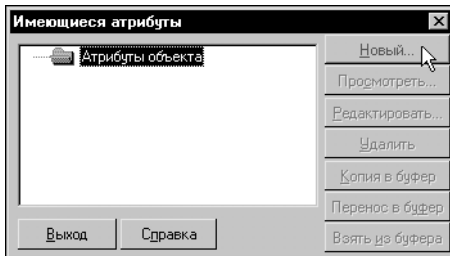

Рис. 46.13. Назначение нового атрибута объекту
7. В этом диалоге нажмите кнопку **Новый** (рис. 46.13).